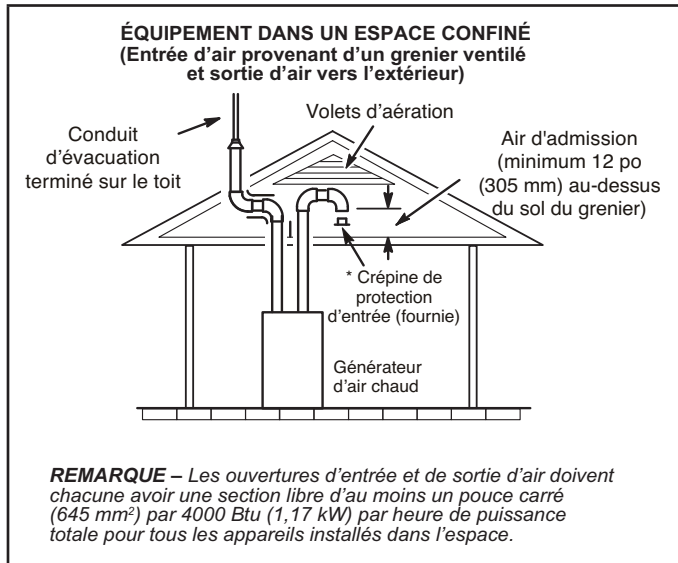
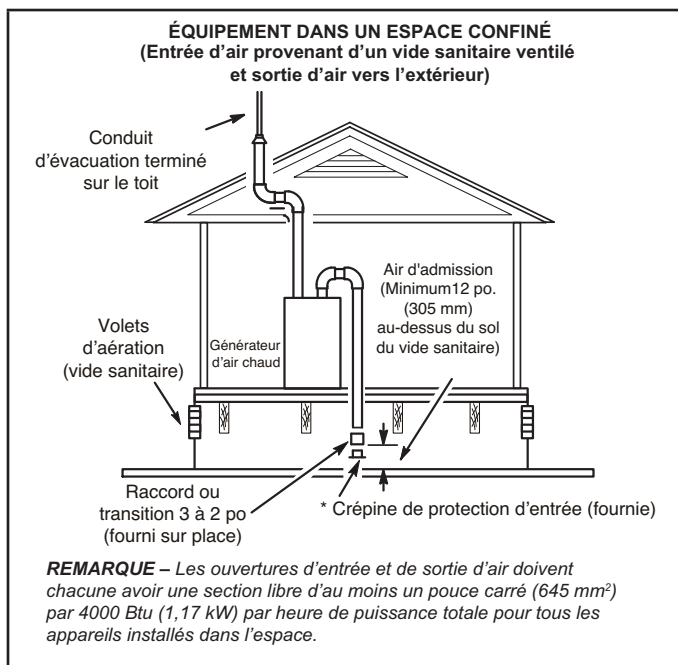

FIGURE 29
FIGURE 30
- 2 - Si l'air d'admission est aspiré d'un grenier ventilé (FIGURE 29) ou d'un vide sanitaire ventilé (FIGURE 30), la longueur de l'évacuation ne doit pas dépasser celle indiquée au TABLEAU 6. Si un tuyau de 3 po de diamètre est utilisé, le réduire à 2 po de diamètre pour pouvoir installer la crépine anti-résidus.